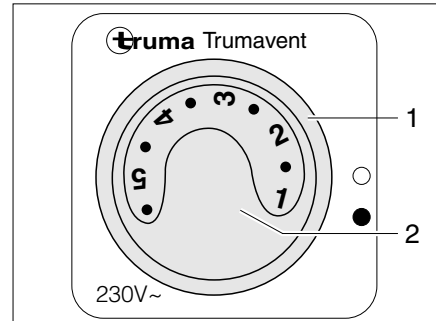

Bild 104 Bedienschalter für Umluftgebläse (230 V)
- Den Drehschalter (Bild 104,1) auf "●" stellen.
- Mit dem Drehknopf (Bild 104,2) die gewünschte Leistung des Umluftgebläses einstellen.
- Den Drehschalter (Bild 104,1) auf "○" stellen.